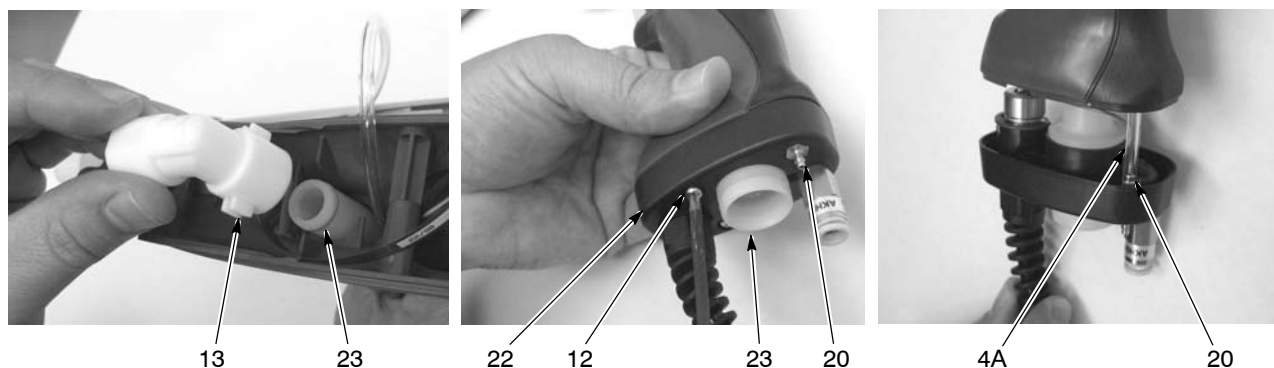

Bild 5-7 Demontering av vinkelkoppling och delning av basen från handtaget
7. Se bild 5-7. Tag av vinkelanslutningen (13) från ingångsröret för pulver (23).
8. Skruva av de två M3 x 20 skruvarna (12) som fäster handtagets bas (22) på handtagsdelen.
10. Drag av den transparenta 4-mm slangen (4A, del av filterdelen) från den hullingförsedda kopplingen (20).